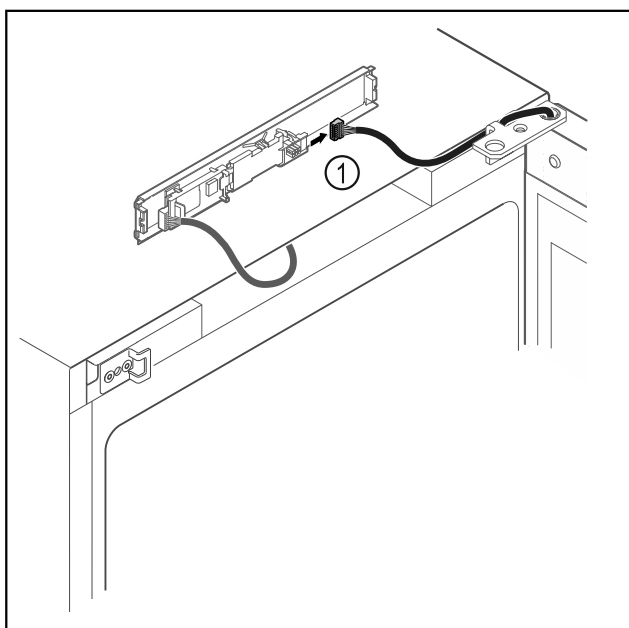

Fig. 10
- ▶ Atvienojiet spraudni Fig. 10 (1) no shēmas plates.